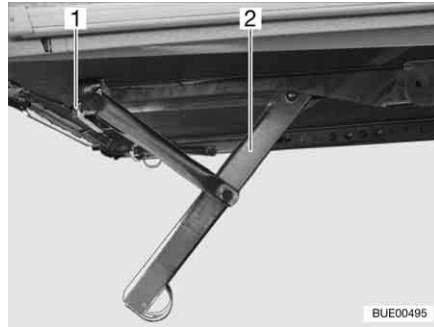
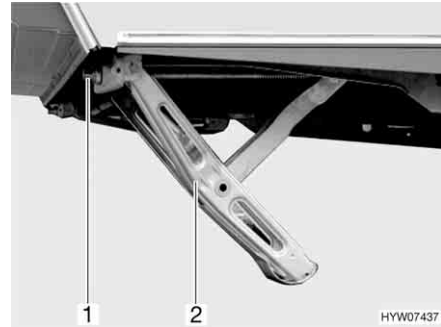

Fig. 17 Piedini di stazionamento a manovella abbassati (variante 1)
Fig. 18 Piedini di stazionamento a manovella abbassati (variante 2)
- Inserire la manovella in dotazione di serie nell'esagonale (Fig. 17,1 o Fig. 18,1) del piedino di stazionamento a manovella (Fig. 17,2 o Fig. 18,2).